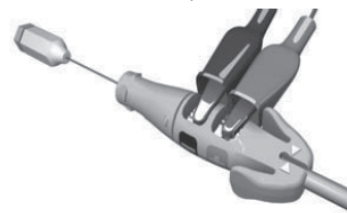

図3: PSAのケーブルのEZ-4コネクタツールへの接続
- ① ペーシングシステムアナライザ(PSA)のケーブルのワニ口クリップをEZ-4コネクタツールのスプリング接点(-)とスプリング接点(+)に接続する(図3)。
- ② EZ-4コネクタツールの使用により、ワニ口クリップによるターミナル部の損傷、およびターミナル接続部の橋絡を防止することができる。